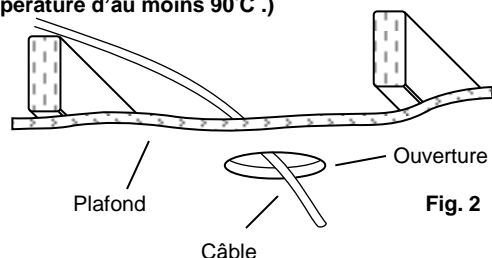

Fig. 2
- Passez un câble non métallique (NM – également appelé Romex) du boîtier des disjoncteurs ou des fusibles jusqu'à l'ouverture pratiquée dans le plafond, en prévoyant une longueur supplémentaire de 6 à 8 po (15,2 à 20,3 cm) dépassant de l'ouverture. Vous pouvez utiliser un câble de calibre allant jusqu'à 12 AWG. (Fig. 2) (**MISE EN GARDE – utilisez des câbles calibrés pour résister à une température d'au moins 90°C .**)